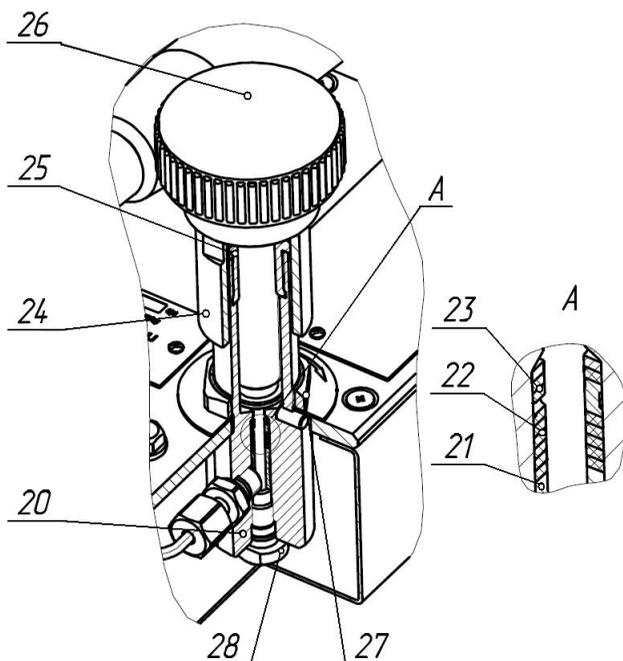

Рисунок 2 – Устройство вентилья гидропресса П-70
- повернуть маховик (поз. 26, рисунок 2) вентиля В по часовой стрелки до тех пор, пока крышка (поз. 24) не скроет втулку (поз. 25);
Точное создание давления осуществляется вентилем В. При вращении маховика вентиля (поз. 26, рисунок 2) по часовой стрелке – давление повышается, против – понижается
Вентиль В, являясь вентилем точной настройки, одновременно выполняет функции вентиля сброса. Вращение маховика (поз. 26, рисунок 2) против часовой стрелки приводит к снижению давления. После появления втулки (поз. 25) из под крышки (поз. 24) приводит к сбросу давления
– вывернуть маховик (поз. 26, рисунок 2) до упора против часовой стрелки;
– вывернуть пробку (поз. 28, рисунок 2);
– вытащить втулку (поз. 21, рисунок 2);
– вставить кольцо 2055.200.08 из комплекта ЗИП в корпус (поз. 20, рисунок 2);
– вставить втулку (поз. 21, рисунок 2);
– затянуть пробку (поз. 28, рисунок 2).
Если после установки кольца 2055.200.08 падение давления наблюдается, подтяните пробку (поз. 28, рисунок 2) до устранения падения давления.